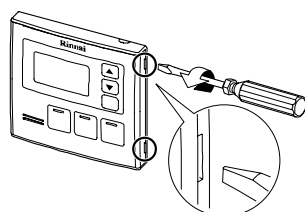

Fig. 2
5. Rimuovere la Cornice del Comando Remoto utilizzando un cacciavite, facendo attenzione a non danneggiarla (Fig. 2).